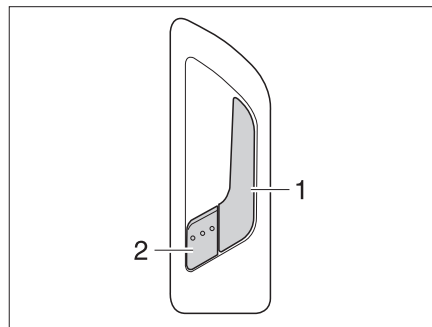

Fig. 42 Serrure de la porte cellule, à l'intérieur
- Tirer sur la poignée (Fig. 42,1). La serrure de la porte est déverrouillée. Le levier de sécurité (Fig. 42,2) ressort automatiquement.
- Appuyer sur le levier de sécurité (Fig. 42,2).